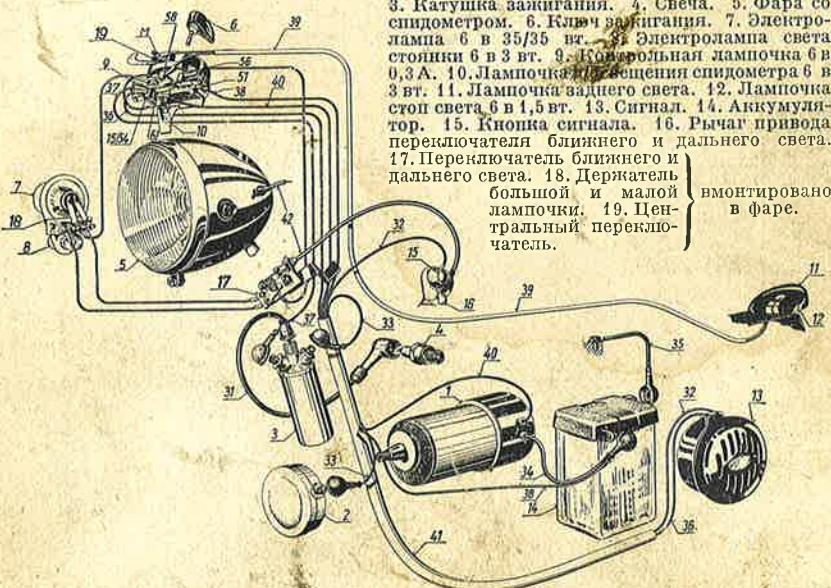
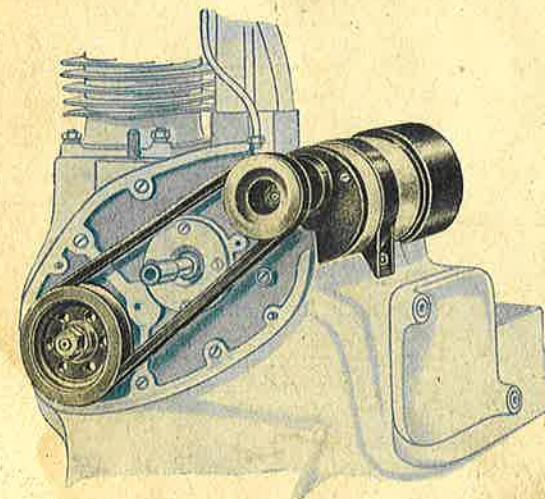

Рис. 23. Приборы электрооборудования и зажигания мотоцикла
Рис. 25. Привод динамо
1. **ДИНАМО** (см. рис. 23, поз. 1) посредством хомута крепится на картере двигателя сверху камеры для хранения инструмента. Привод динамо от коленчатого вала осуществляется посредством прорезиненного текстропного ремня, находящегося в закрытом картере (см. рис. 25).